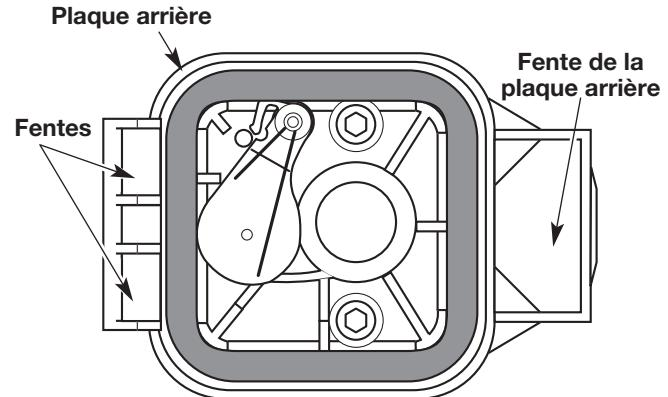

Fig. 48
6. Replacez le filtre (Fig. 48).
7. Réinstallez le couvercle du filtre à air Placez les crochets à gauche du filtre à air dans les fentes à gauche de la plaque arrière (Fig. 48).
8. Pivotez le couvercle vers la droite jusqu'à ce que la languette du couvercle du filtre s'enfonce d'un déclic dans la plaque arrière (Fig. 48).